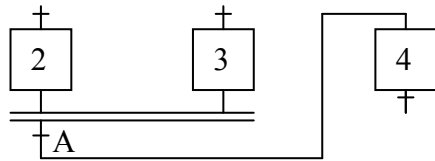

FIGURA 2
7) En el GRAFCET de la FIGURA 2, ¿qué condiciones se han de cumplir para que se active la etapa 4?